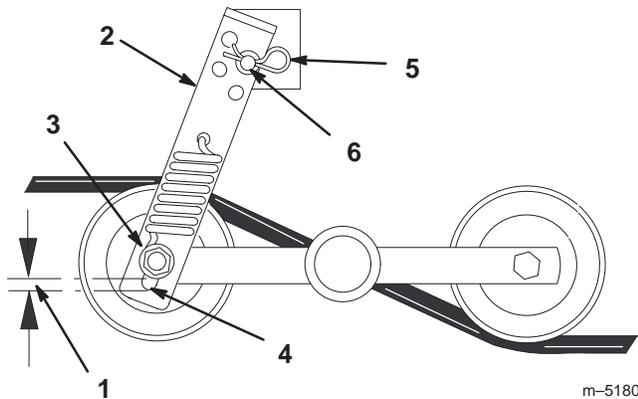

Bild 29
3. Messen Sie die Entfernung von der Unterseite des Distanzstücks an der Spannscheiben-Befestigungsschraube bis zur Unterseite des Schlitzes am Spannscheiben-Einstellglied. Diese Entfernung darf höchstens 6 mm betragen (Bild 29).
4. Entfernen Sie zum Einstellen den Splint und die Scheibe, die den Befestigungsstift absichern (Bild 29).
5. Schieben Sie den Spannbügel vom Befestigungsstift herunter. Wählen Sie ein neues Loch und stellen den Bügel ein, bis sich das Distanzstück max. 6 mm von der Unterseite des Schlitzes entfernt befindet (Bild 29).
6. Sichern Sie den Spannbügel mit einer Scheibe und einem Splint ab (Bild 29).
4. Entspannen Sie die Spannscheiben, bevor Sie die Treibriemen entfernen oder neu einbauen (Bild 29).
6. Messen Sie den Abstand zwischen dem Lastösenbolzen und den unteren Haken der Federn (Bild 29). Diese Entfernung darf höchstens 6 mm betragen.